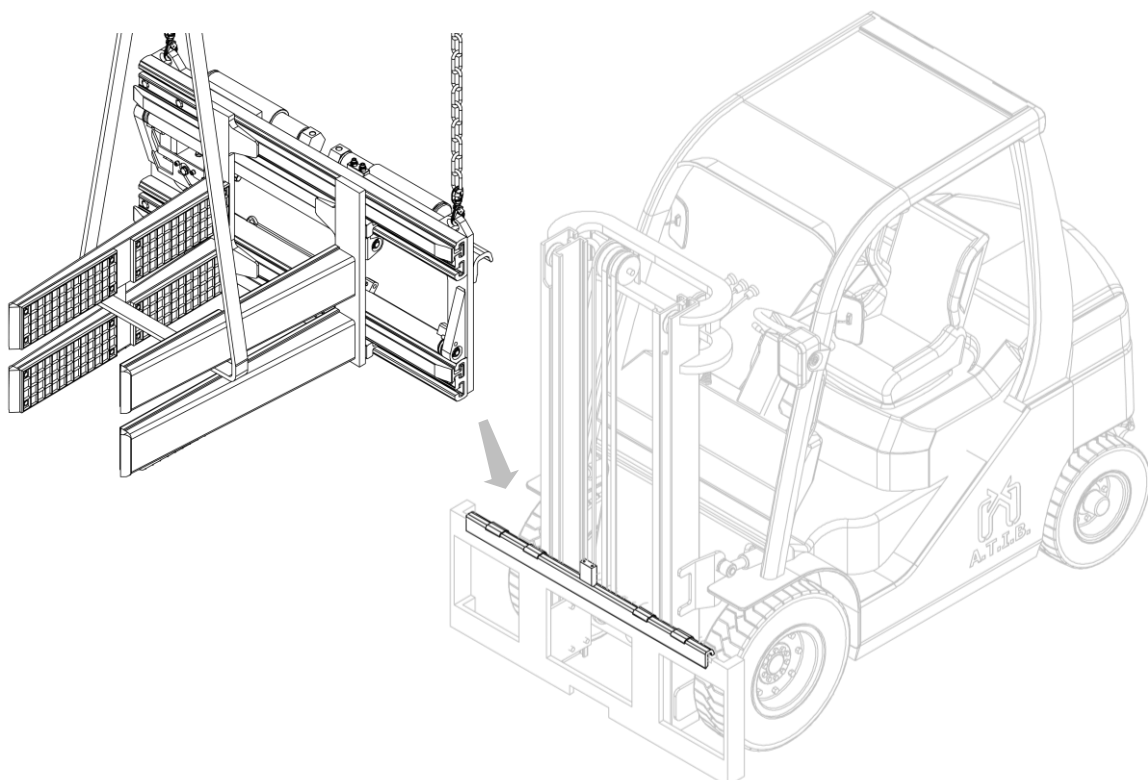

Abbildung 7
7. Hängen Sie jetzt das Gerät an einen Brückenkran oder Flaschenzug mit ausreichender Tragleistung korrekt an den Doppelhaken (siehe *Abbildung 7*).